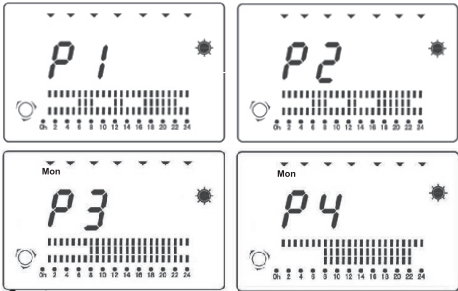

fig. 6
- 2. Indiferent de modul de lucru setat (în afara modului „DP”) apăsăți butonul Confirmă, pentru a selecta una dintre cele patru programe presetate P1, P2, P3 sau P4. (fig. 6)